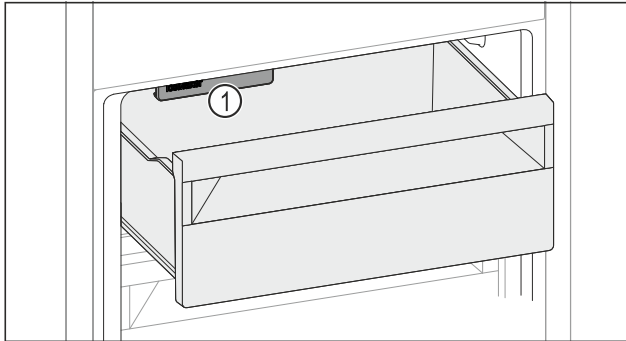

Fig. 136
- IceMaker Fig. 136 (1) berücksichtigen.